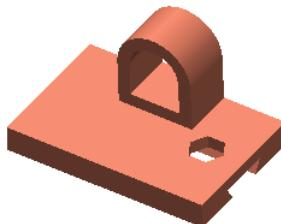

图 5.4.6 应用自定义材料
(6) 单击 **保存(S)** 按钮，保存自定义的材料。
(7) 在“材料”对话框中单击 **应用(A)** 按钮，应用设置的自定义材料，如图 5.4.6 所示。
(8) 单击 **关闭(C)** 按钮，关闭“材料”对话框。